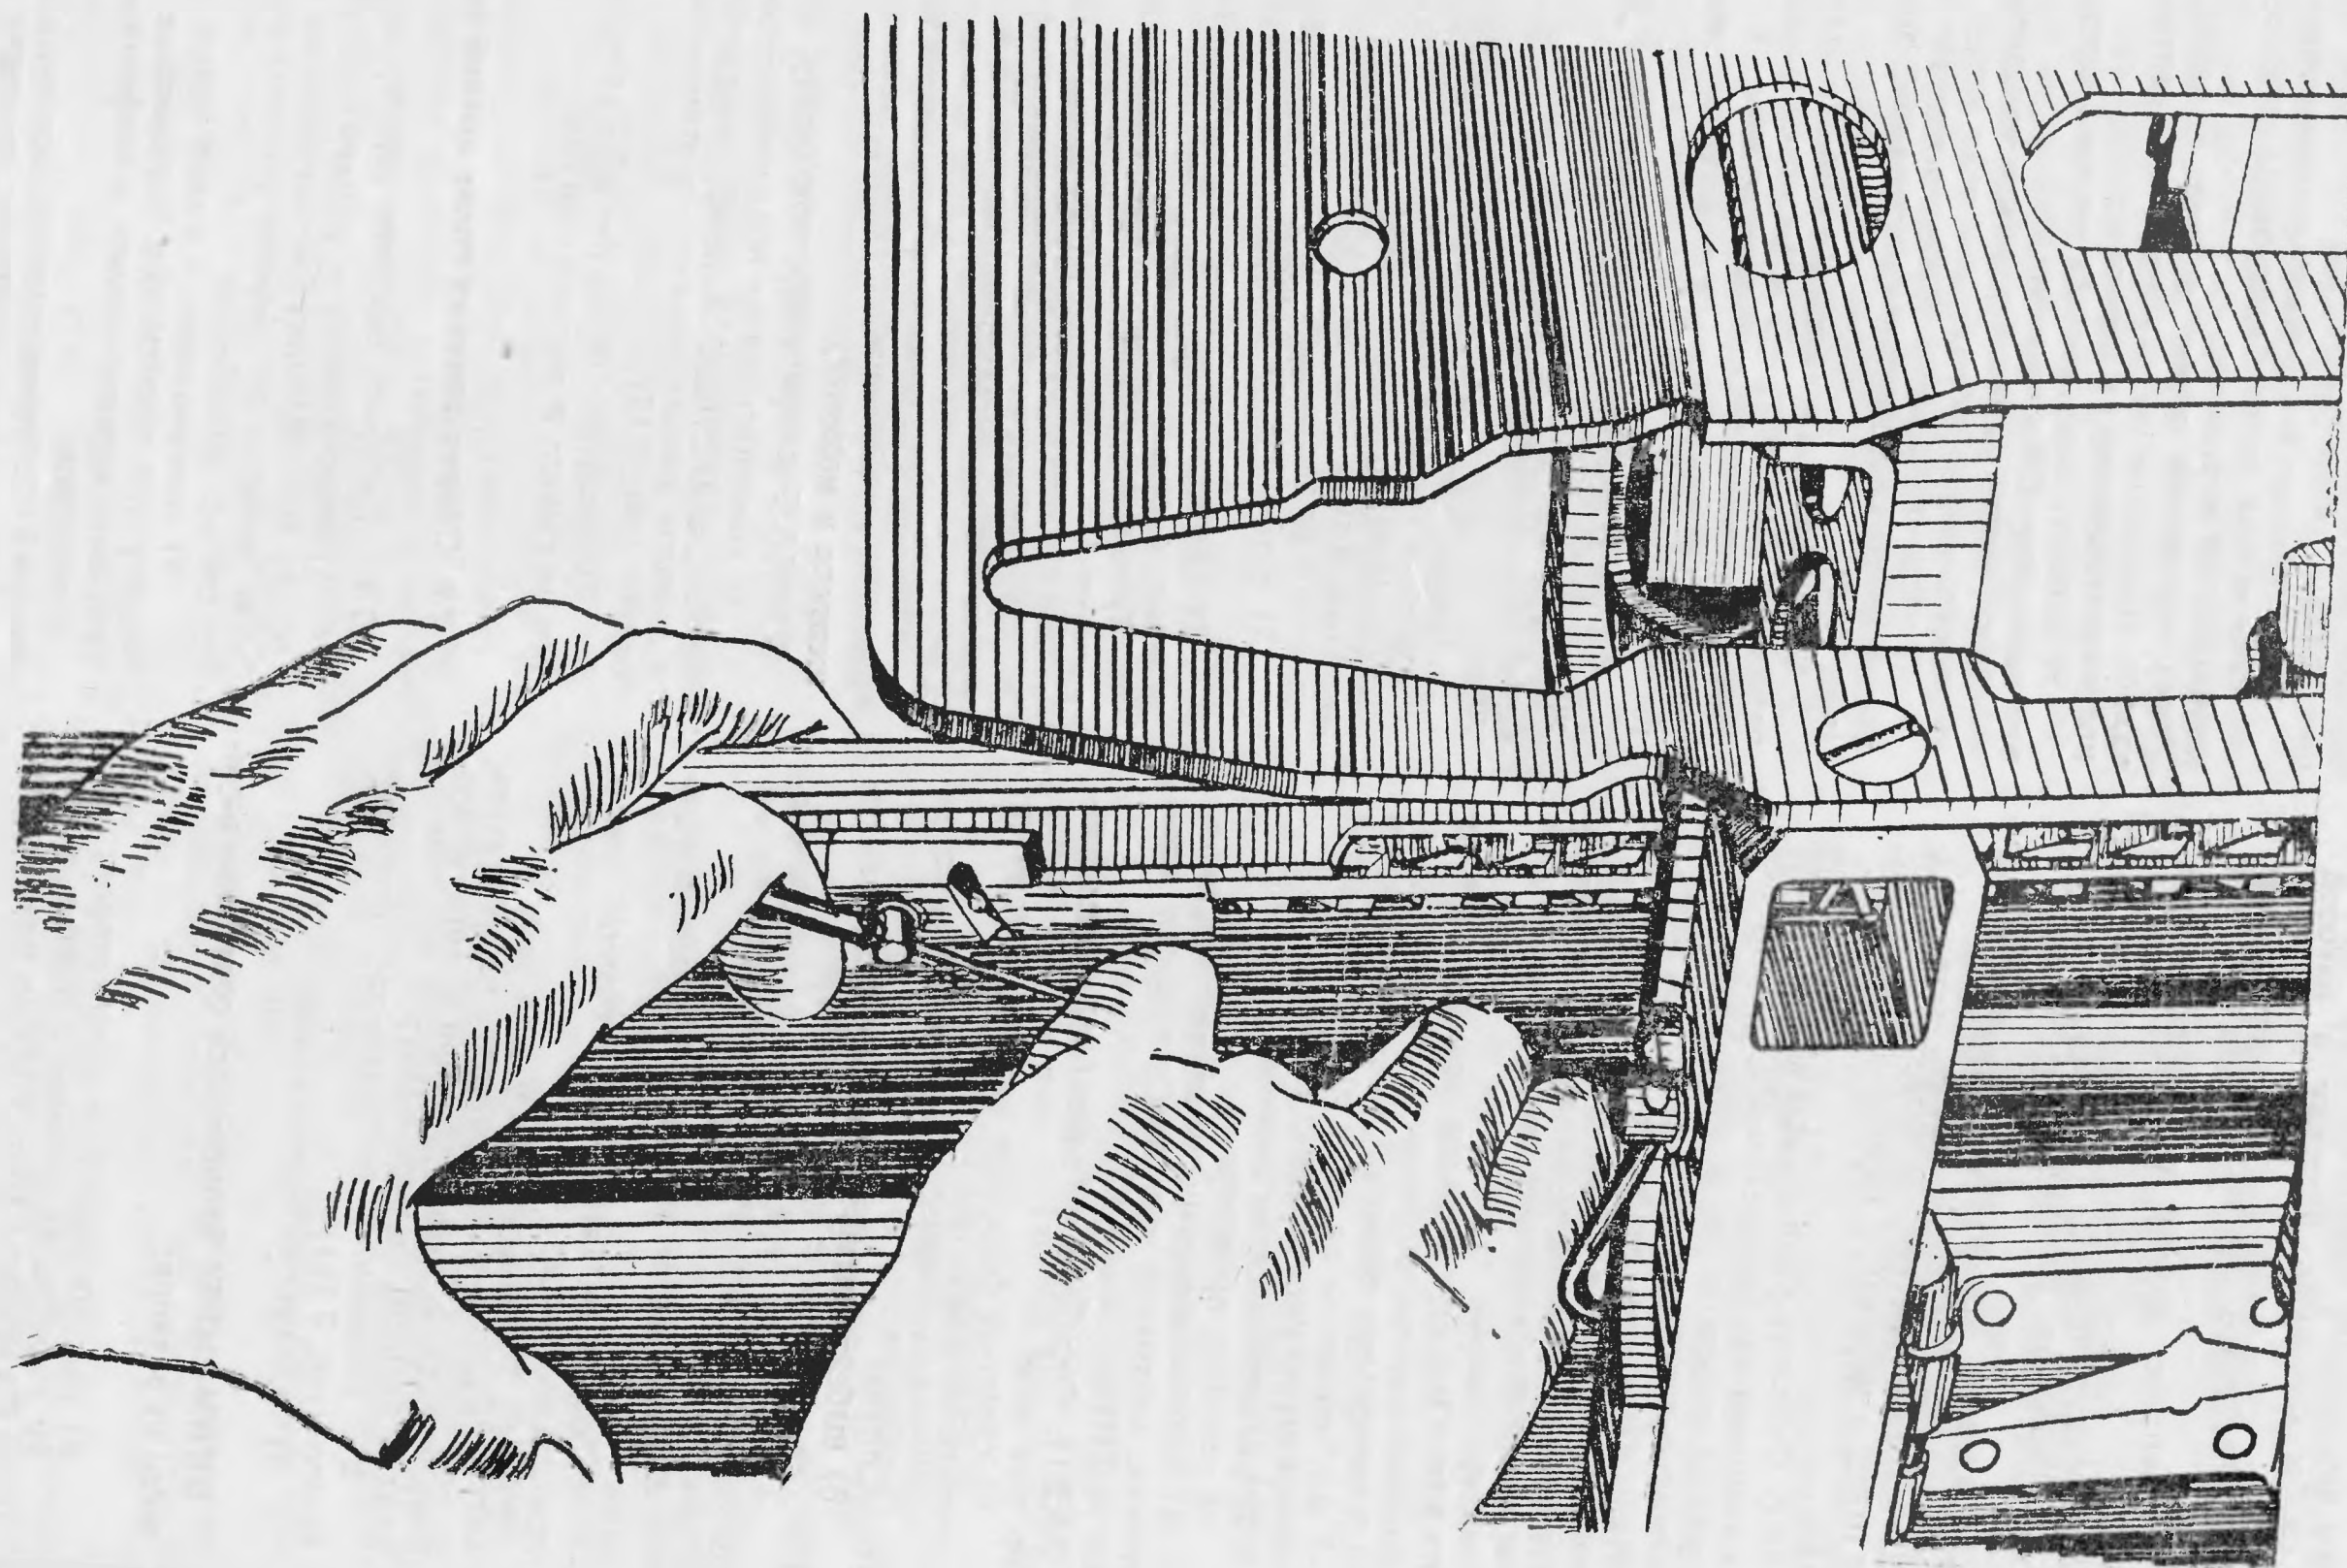

Рис. 7.5
1) вставьте в отверстие стопора опоры выколотку Ø3, отожмите стопор и сдвиньте опору немного назад (рис. 7.5);